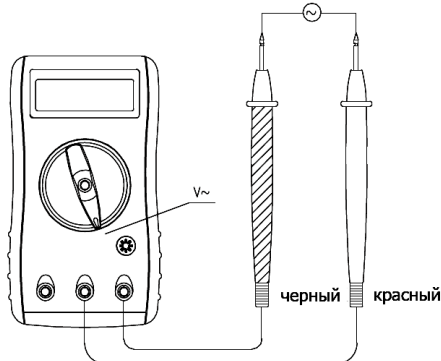

Рис. 3
**В. Измерение переменного напряжения (рис.3)****⚠ Предупреждение**